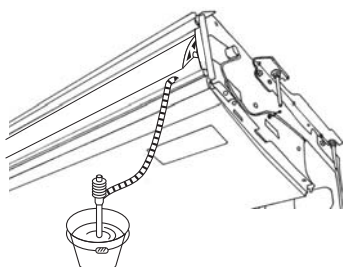

Fig. 5-3
2. Attacher la gaine ⑥ (fournie avec l'appareil) au tuyau d'évacuation ⑤.
3. Relier le tuyau d'évacuation (VP-20) à la douille ⑤ avec un adhésif de chlorure de vinyle.
4. Envelopper la gaine ⑦ (fournie avec l'appareil) autour du tuyau d'évacuation. (Bandage de soudure)
- ① Bac d'évacuation
- ② Tuyauterie d'évacuation
- ③ Gaine de la douille ⑤
- ④ Douille ⑤
- ⑤ Gaine de la tuyauterie d'évacuation ⑦
- ⑥ Arrêt
- ⑦ Longueur d'insertion : 37 mm
5. Vérifier que le système d'évacuation est correct. (Fig. 5-3)